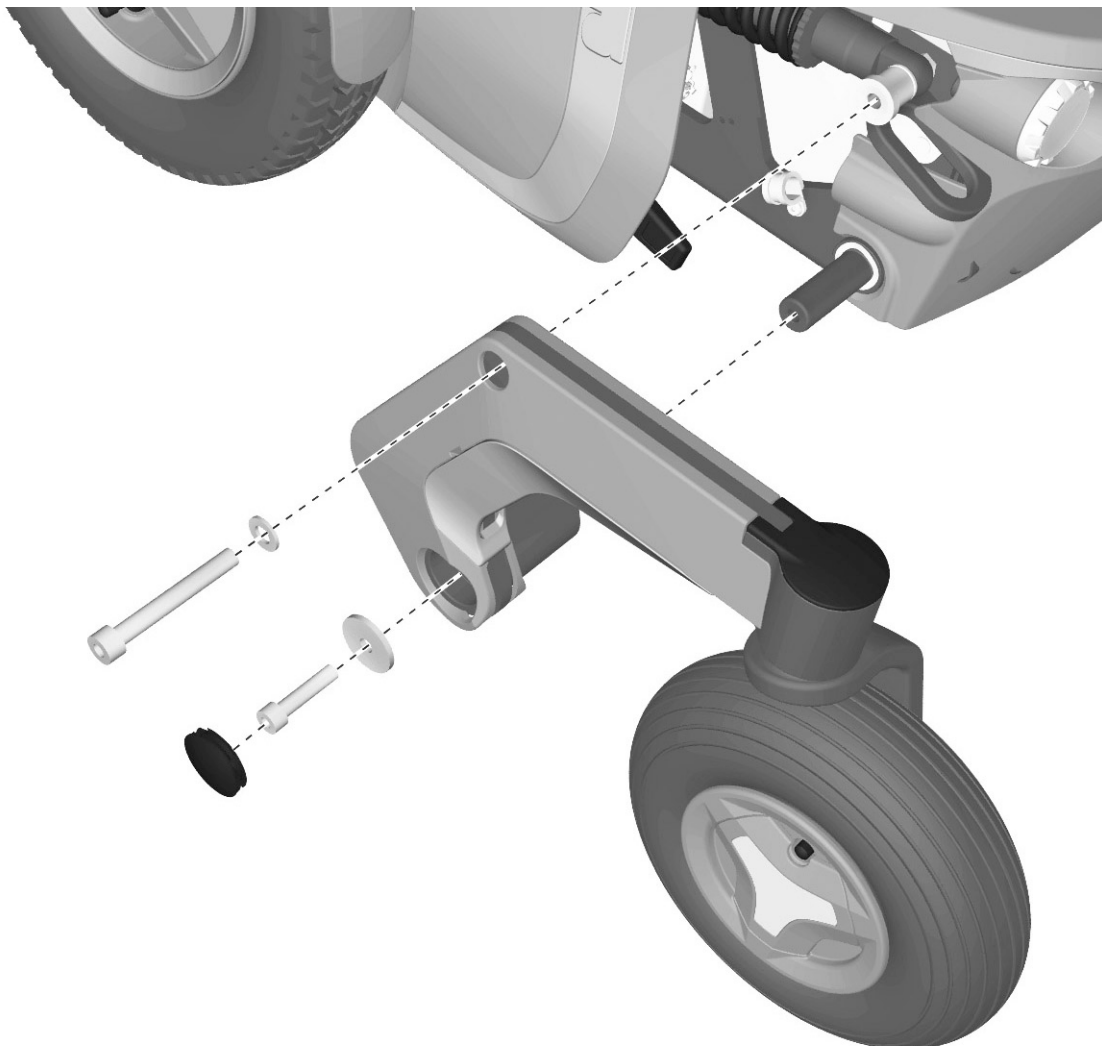

Abbildung 41. Demontage/Montage des hinteren Tragarms.
3. Stoßdämpfer vom Tragarm demontieren. Er ist mit einer Schraube und Unterlegscheibe befestigt. Siehe Abbildung. 41.
4. Abdeckung (4) vom Tragarm entfernen, indem man sie gerade herauszieht (siehe Abbildung). unten. Bei Bedarf behutsam mit einem in der Nut der Radkappe angesetzten Schraubendreher nachhelfen. Siehe Abbildung. 41.
5. Tragarm (1) demontieren. Dieser ist mit Schraube (3) und Unterlegscheibe (2) befestigt (siehe Abbildung unten) Siehe Abbildung. 41.
2. Den Tragarm (1) nur mit Handkraft auf die Achse stecken. Überprüfen, dass der Tragarm an der Achse anschlägt. Siehe Abbildung. 41.
3. Schraube (3) und Beilagscheibe (2) montieren. Siehe Abbildung. 41.
4. Stoßdämpfer an den Tragarm montieren. Er ist mit einer Schraube und Unterlegscheibe befestigt. Siehe Abbildung. 41.
5. Abdeckung (4) zur Montage auf den Tragarm gerade hineindrücken. Siehe Abbildung 41.